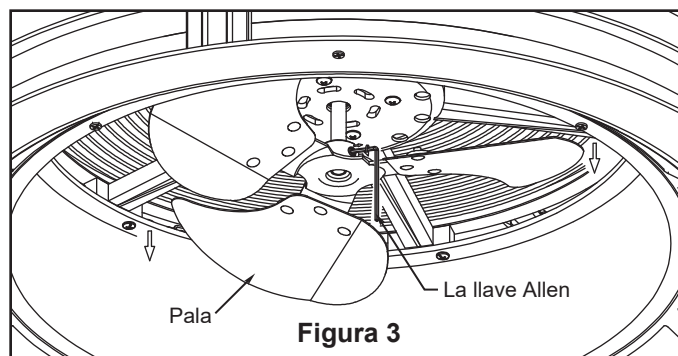

Figura 3
- 2. Extraiga cuidadosamente los tornillos y la pala con la llave Allen y guarde los tornillos. Límpielo todo y vuelva a colocar la pala usando los tornillos extraídos anteriormente. (Figura 3)